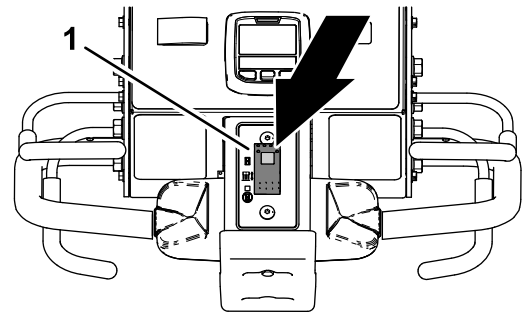

Figura 89
1. Apăsai partea de sus a comutatorului de control al coborârii (Figura 89) în poziția COBORÂRE ÎNTÂRZIATĂ.